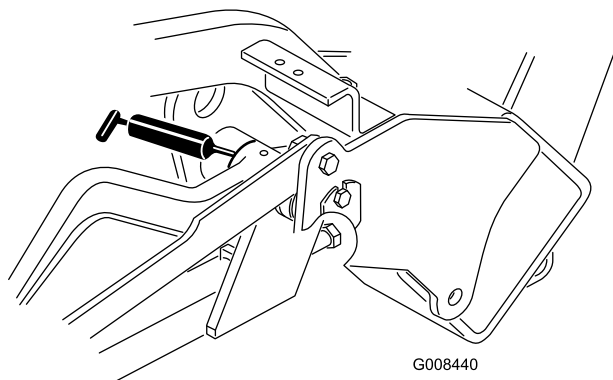

Figura 34
- Brazos de elevación (3) (Figura 34)